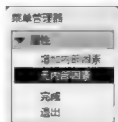
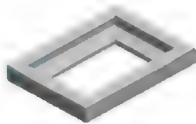

图 3.38 【属性】菜单
图 3.41 【无内部因素】扫描实体特征
(2) 封闭的轨迹线与开放的截面: 在【伸出项: 扫描】对话框中增加一项如图 3.38 所示的【属性】菜单。在【属性】菜单中必须选择【增加内部因素】命令, 这样生成的特征为上、下表面封闭的实体, 如图 3.44 所示。
(3) 封闭的轨迹线与封闭的截面: 同样, 在【伸出项: 扫描】对话框中增加一项如图 3.38 所示的【属性】菜单。在【属性】菜单中必须选择【无内部因素】命令, 这样生成的特征为上、下表面不封闭的实体, 如图 3.41 所示。
步骤5: 单击草绘工具栏中的  按钮, 出现如图 3.38 所示的【属性】菜单。在【属性】菜单中, 选择【无内部因素】选项, 再选择【完成】选项, 系统进入扫描截面草绘状态。
步骤7: 单击草绘工具栏中的  按钮, 完成特征截面的绘制, 单击【扫描】对话框中的【预览】按钮, 生成的扫描特征如图 3.41 所示。